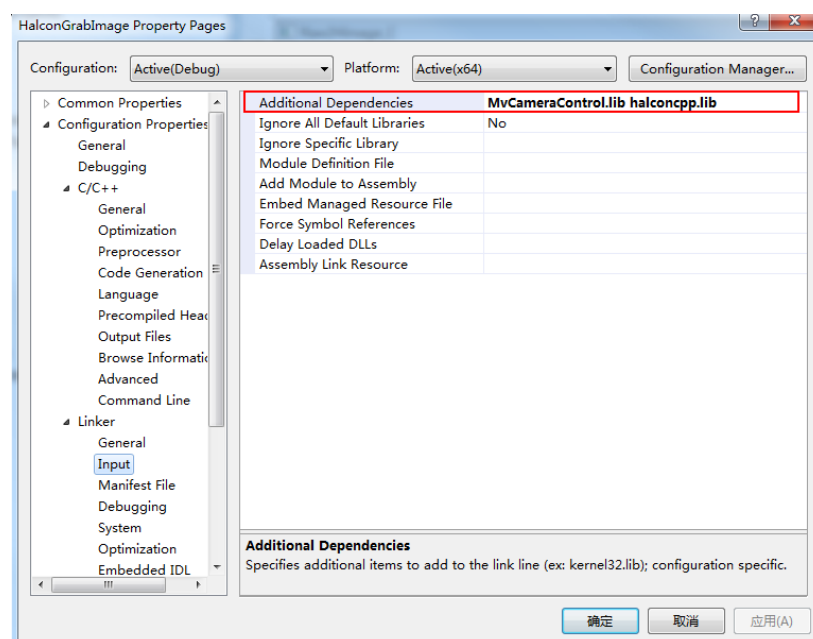
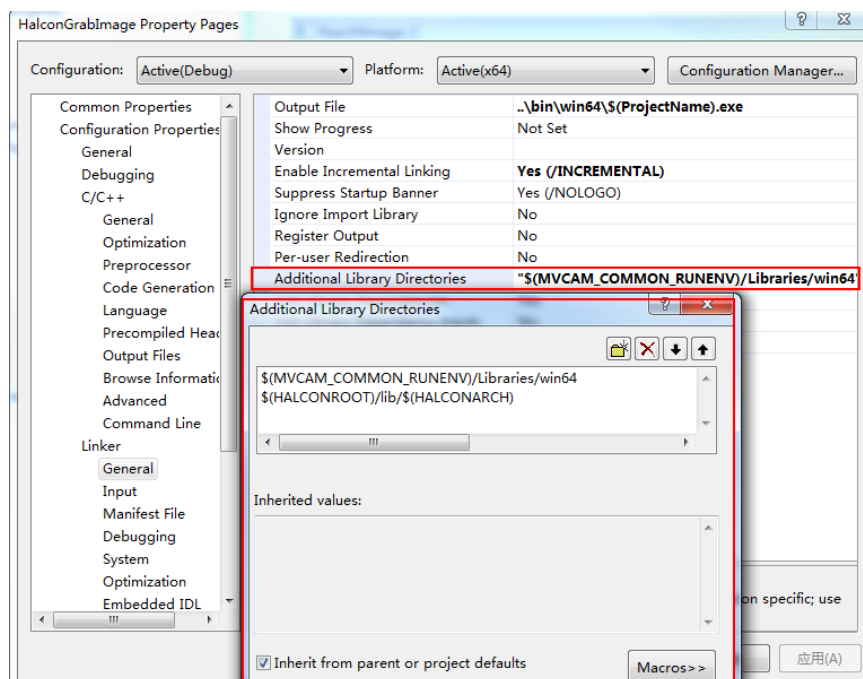

图3-8 加入 lib 文件
图3-9 加入头文件
2. 将 Halcon 和 C++的 SDK 头文件和 lib 文件加入到工程中，如图 3-8 和图 3-9 所示。